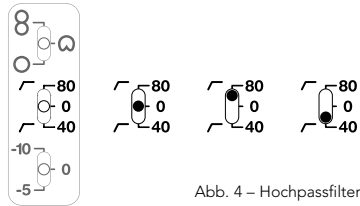

Abb. 4 – Hochpassfilter
1. Mit dem 3-Weg-Schalter in der Mitte bedienen Sie das Hochpassfilter, auch Trittschall- oder Rumpelfilter genannt (Abb. 4). Ein solches Filter unterdrückt Frequenzen unterhalb einer bestimmten Frequenz.